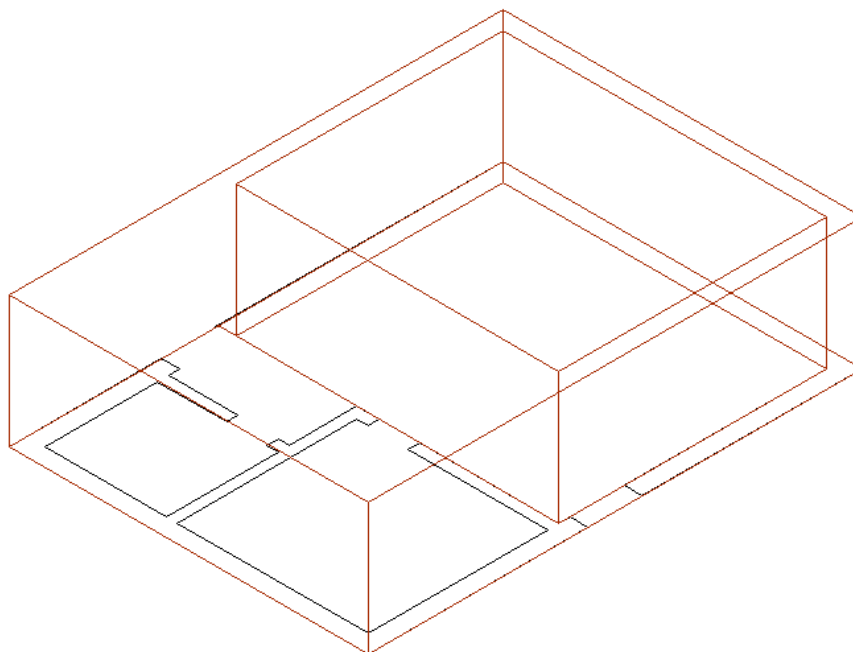

Рис. 9.2
3. Запустите заново команду *Ящик* повторите шаг 2, формируя блок высотой 29.3 в жилой комнате (Рис. 9.2).